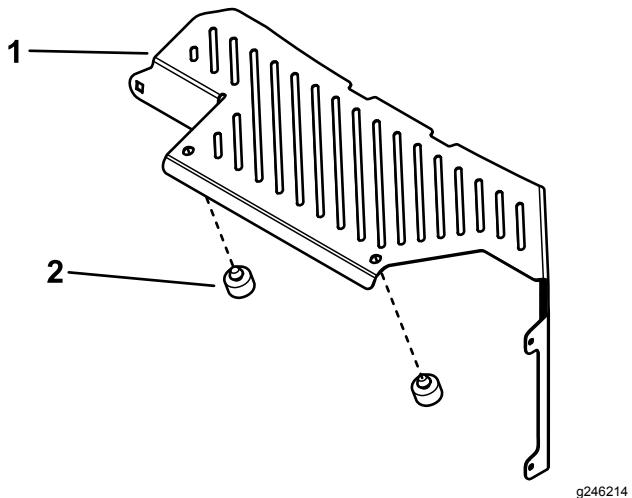

Figure 5
1. Montez les 2 butées sur l'écran pare-chaleur (Figure 5).